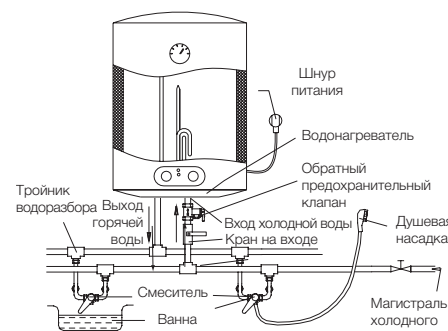

Рис. 4
- Если необходимо реализовать многоканальную систему водоснабжения, используйте способ соединения (см. рис. 4).